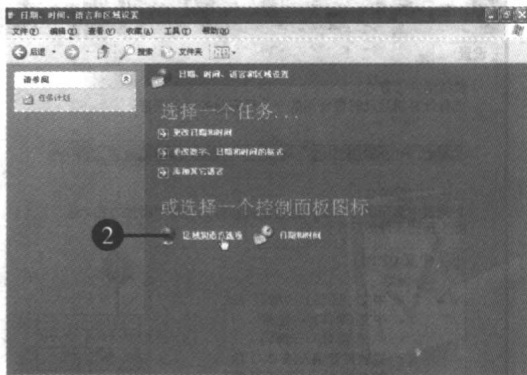

图 1-2 “日期、时间、语言和区域设置”对话框
(2) 在“控制面板”窗口中双击“日期、时间、语言和区域设置”选项，打开“日期、时间、语言和区域设置”对话框，如图 1-2 所示。